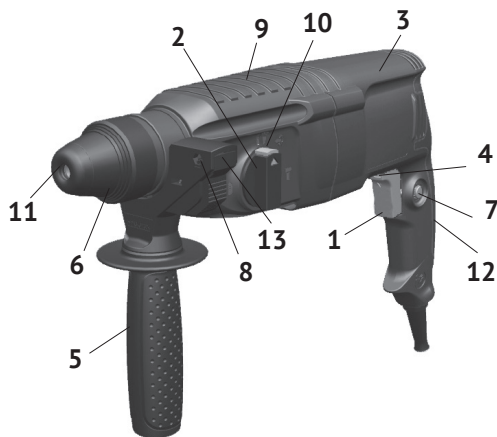

рис. 1
1.6 Общий вид перфоратора представлен на рис.1
1.7 Перфоратор состоит из горизонтально расположенного коллекторного двигателя в пластиковом корпусе (рис.1 поз.3), выполненном заодно с рукояткой. В крышке корпуса (рис.1 поз.12) расположен щёткодержатель в сборе. Рычагом переключателя реверса (рис.1 поз.4), направление вращения патрона меняется на противоположное. В нейтральном положении рычаг является блокиратором клавиши от случайного пуска. К корпусу двигателя крепится корпус редуктора, в котором расположен механизм, передающий вращательное и возвратно-поступательное движение на рабочий инструмент. Крутящий момент с якоря электродвигателя через шестерни, передаётся на ствол с патроном SDS – plus (рис.1 поз.6), расположенный соосно с двигателем. Тип ударного механизма перфоратора - электропневматический. Эксцентриковый подшипник преобразует вращательное движение якоря в возвратно-поступательное движение поршня. С поршня ударник передаёт энергию удара на ствол с патроном SDS – plus. На корпусе редуктора слева расположен переключатель режимов (рис.1 поз.2) с фиксатором (рис.1 поз.10) в трёх режимах: «сверление» /«сверление с ударом» / «удар».
В зависимости от вида выполняемой работы, в патрон SDS – plus вставляется необходимая насадка (пика, долото, сверло) с соответствующим хвостовиком, или переходник SDS-plus/сверлильный патрон для установки сверлильного патрона, если необходимо работать в режиме «сверление». Дополнительная рукоятка (рис.1 поз.5) хомутом крепится на корпусе редуктора (рис.1 поз.9). Фиксируется рукоятка, закручиванием по часовой стрелке, в любом положении (от 0° до 360°), что удобно пользователю, как «правше», так и «левше».
В отверстие левой части суппорта рукоятки вставляется, при необходимости, стержень-ограничитель глубины сверления. Он фиксируется в выбранном положении клавишей (рис.1 поз.13).
1.8 Клавиша выключателя (рис.1 поз.1) расположена в передней части рукоятки. Включение/отключение инструмента осуществляется нажатием на клавишу выключателя. Силой, приложенной к клавише, регулируется число оборотов и частота ударов перфоратора. Нажатием кнопки (рис.1 поз.7), клавиша фиксируется в рабочем положении с максимальным числом оборотов (максимальной частотой ударов). При повторном нажатии на клавишу, она и кнопка фиксации (со щелчком), возвращаются в исходное положение – выключено.
При замене рабочих насадок следите за тем, чтобы колпачок (рис.1 поз.11), защищающий патрон от попадания пыли, не был повреждён.
- нажатием на клавишу (рис.1 поз.13) освободить отверстие в суппорте рукоятки;
- удерживая клавишу, вставить стержень фиксации глубины сверления (рис.1 поз.8) в отверстие;
- сдвинув рычаг реверса (рис.1 поз.4), выбрать направление вращения патрона;
- фиксация клавиши в рабочем положении осуществляется нажатием на кнопку (рис.1 поз.7);
Нажав кнопку (рис.1 поз.10) в верхней части рукоятки (рис.1 поз.2), начните поворот к режиму с условным знаком, приведённым ниже. Отпустите кнопку фиксатора. При достижении выбранного положения, рукоятка зафиксируется, а кнопка фиксации (со щелчком) вернётся в исходное положение.
- при работе в режиме сверление без удара, переключатель (рис.1 поз.2) установить в положении «сверло». При этом режиме перфоратор может работать с патроном SDS – plus, но, как правило, устанавливается ключевой патрон;
- при работе в режиме сверление с ударом, переключатель (рис.1 поз.2) в положении «сверло с молотком»;
- при работе в режиме долбление, переключатель (рис.1 поз.2) в положении «молоток».
В верхней части крышки двигателя (с обеих сторон) расположен рычаг переключения реверса (рис.1 поз.4). На крышке стрелками указано направление вращения. Реверс используется при заклинивании рабочего инструмента и при вывинчивании винтов или шурупов.
3.2 Для замены щёток необходимо открутить и снять крышку двигателя (рис.1 поз.12). Щётки следует заменять парой для обеспечения равной степени их давления на коллектор якоря.